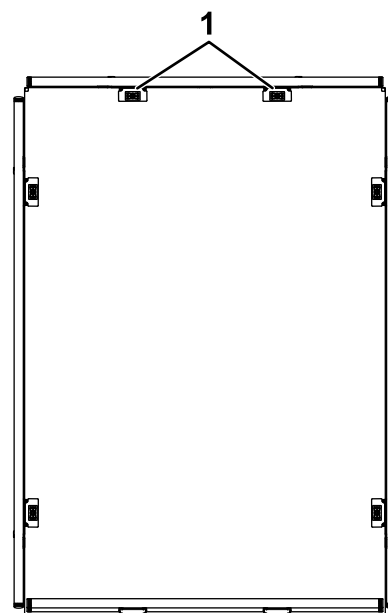
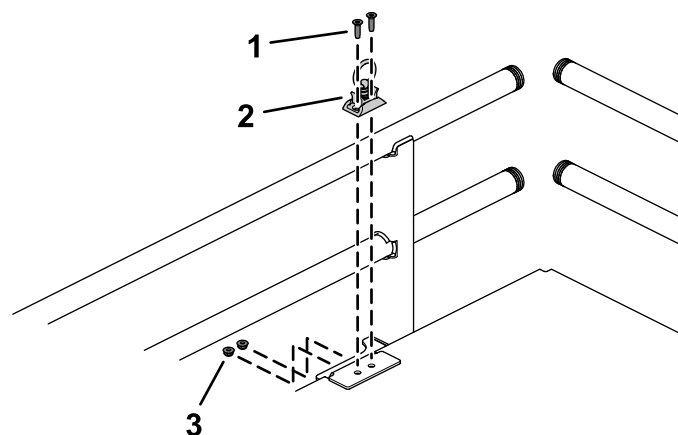

Figura 7
Figura 8
1. Instale o suporte nos locais mostrados em Figura 7 com dois parafusos (Figura 8).